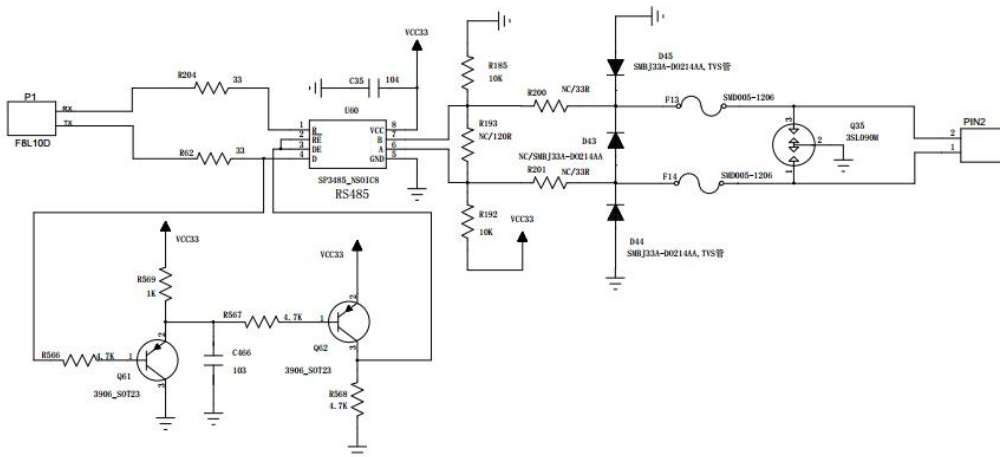

图 5-2 F8L10D 与工控机 RS485 连接的参考电路
2. 工控机作为上位机：F8L10D 与工控机通过 RS485 总线相连，需要使用电平转换芯片进行电平转换（如 SP3485），如图 5-2 所示。